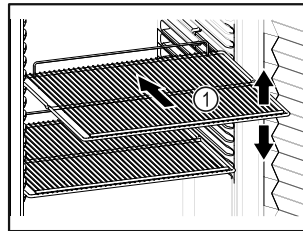

Fig. 58 Reprezentare exemplificativă
- Dacă grătarele tip poliță Fig. 58 (1) pot fi mutate, adaptați-le în funcție de înălțime.